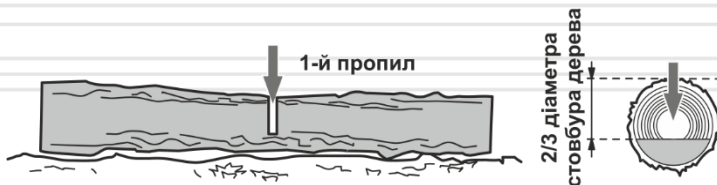

Рисунок 12 Розпилювання колоди.
1. Перший розпил зробіть зверху вниз на $\frac{2}{3}$ діаметра стовбуру дерева (1, рис. 12).